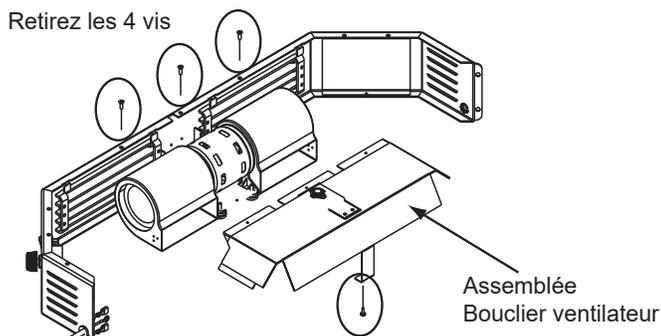

Figure 26.2
2. Le cas échéant, retirez l'ensemble de blindage du ventilateur avec un tournevis à tête cruciforme et retirez les 4 vis. Débranchez le disque d'arrêt du câblage (**Figure 26.2**).